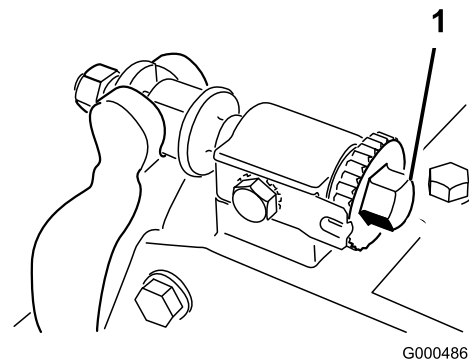

Figura 11
1. Coloque la unidad de corte en una superficie de trabajo plana y nivelada. Gire los tornillos de ajuste de la barra de asiento en el sentido contrario a las agujas del reloj para asegurarse de que la barra no esté en contacto con el molinete (Figura 11).